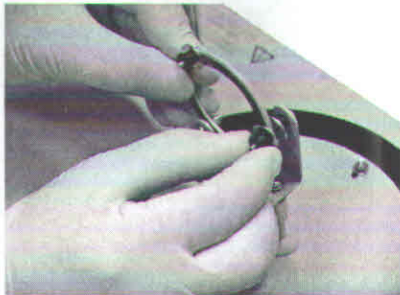
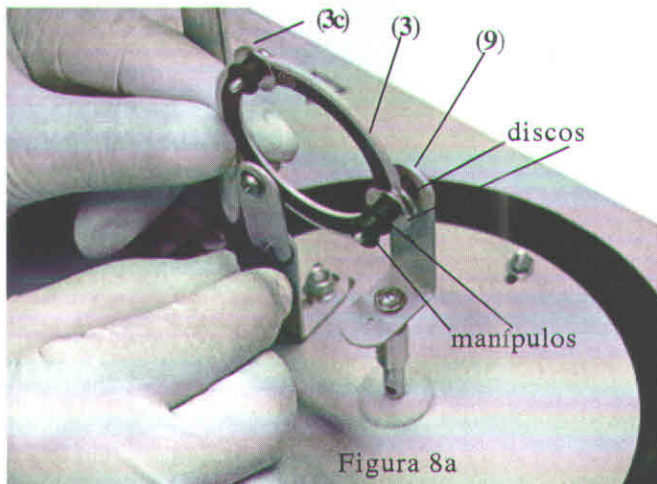

Figura 8
Figura 8a
Acople o anel de transmissão (3) ao conjunto de fixação da mola (9), mantendo o anel entre os dois discos metálicos. Aperte o primeiro manípulo e em seguida o outro, evitando que o anel se solte com a vibração- Figura 8 e Figura 8a.